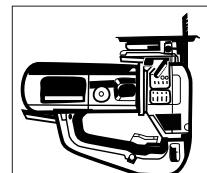

Fig.4
11. Saw a section out of the middle of the underside of the bumper as shown in fig. 4.
11. Auf der Unterseite der Stoßstange einen Teil aus der Mitte gemäß Abbildung 4 herausschneiden.
11. Serrer au centre de la partie inférieure du pare-chocs une partie corde-soudant à la figure 4.